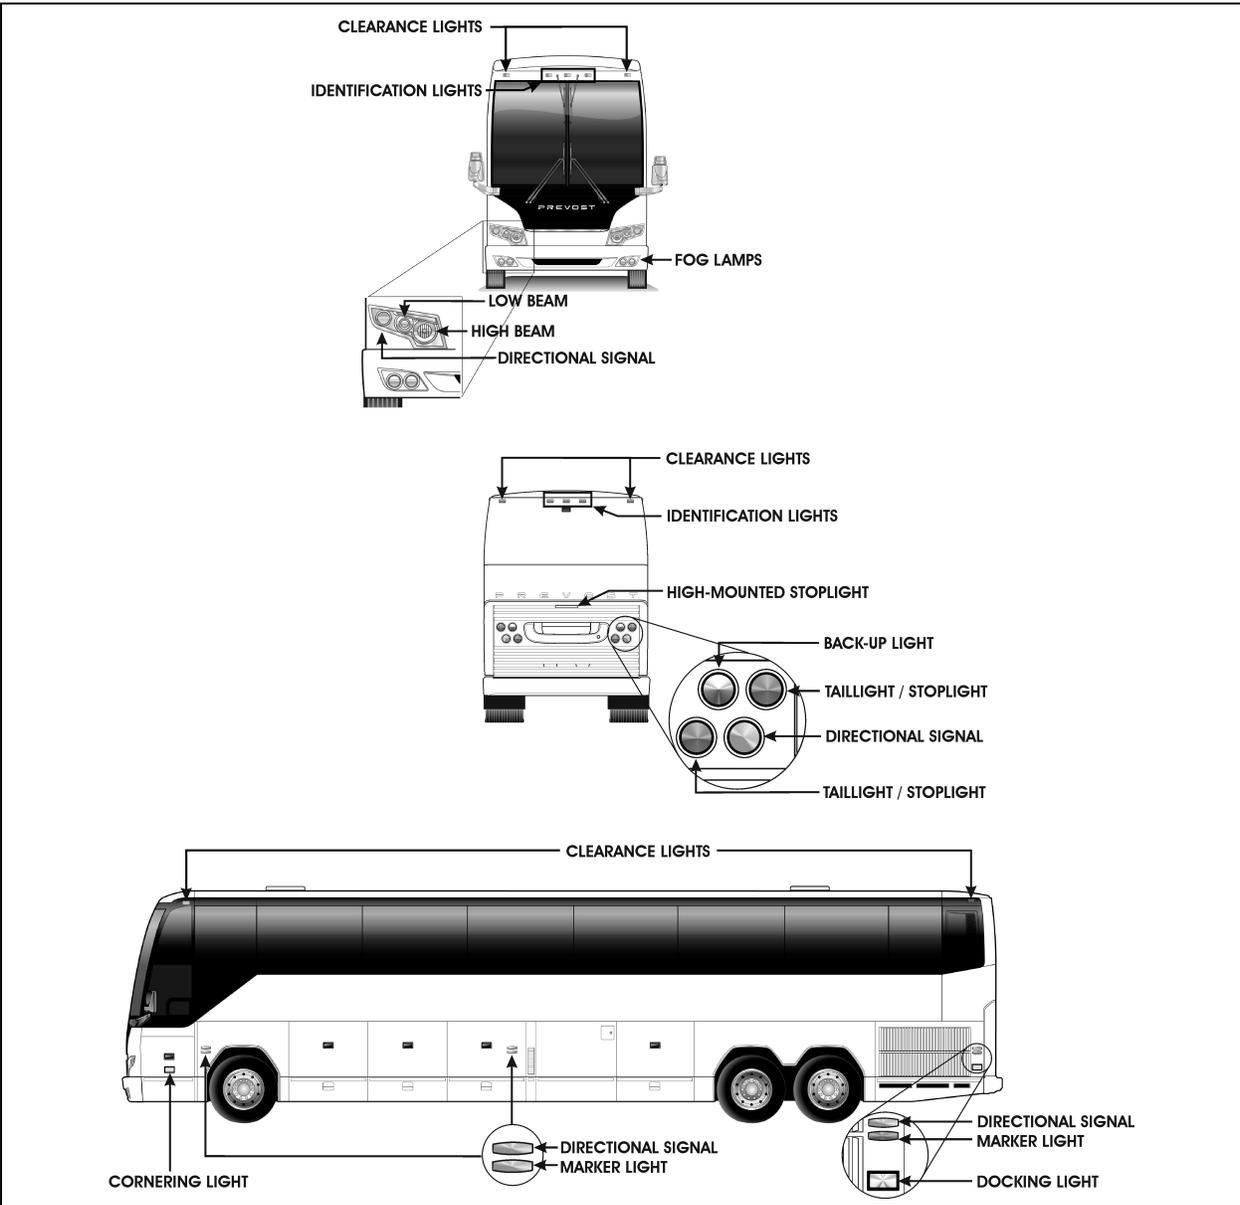

FIGURE 1: EXTERIOR LIGHTING IDENTIFICATION
- FIGURE 1: EXTERIOR LIGHTING IDENTIFICATION 2-5